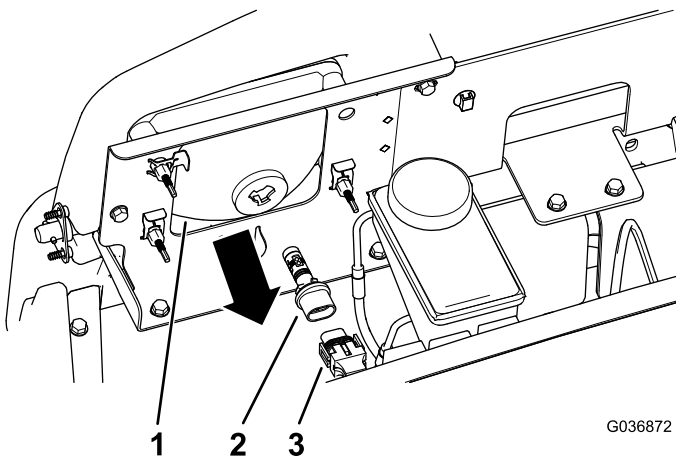

Figure 36
3. Débranchez le connecteur électrique sur le faisceau du connecteur de l'ampoule au dos du boîtier du phare (Figure 36).
4. Tournez l'ampoule d'un quart de tour dans le sens antihoraire et tirez-la en arrière hors du boîtier (Figure 36).
5. Insérez l'ampoule neuve dans le boîtier du phare et alignez les languettes sur les fentes du boîtier (Figure 36).
6. Fixez l'ampoule en place en la tournant d'un quart de tour dans le sens horaire (Figure 36).
7. Branchez le connecteur électrique de faisceau sur le connecteur de l'ampoule neuve (Figure 36).